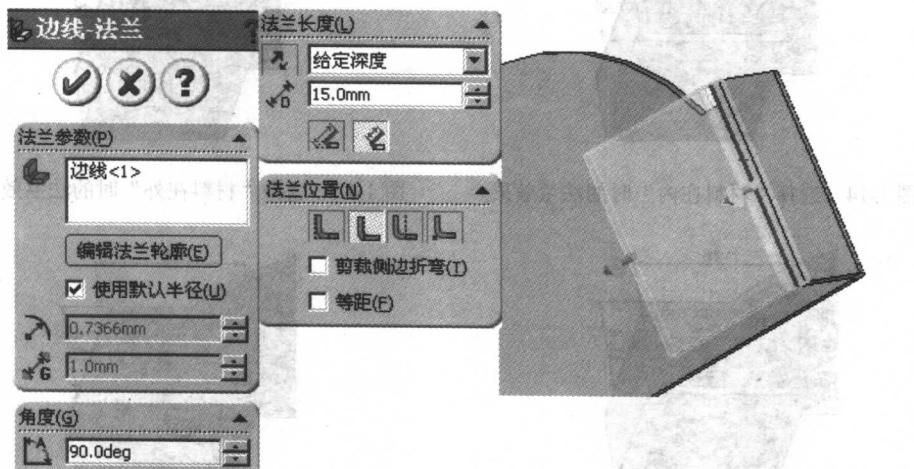

图 1-11 选择边线，输入角度，输入长度
(1) 单击菜单栏中的“插入”→“钣金”→“边线法兰”工具，或单击钣金工具栏中的“边线法兰”工具，弹出“边线法兰 1”属性管理器，在绘图区选择“绘制的折弯 1”的一条边，在属性管理器中输入角度 90，选择定义法兰长度方式为“给定深度”，输入长度 15，如图 1-11 所示。